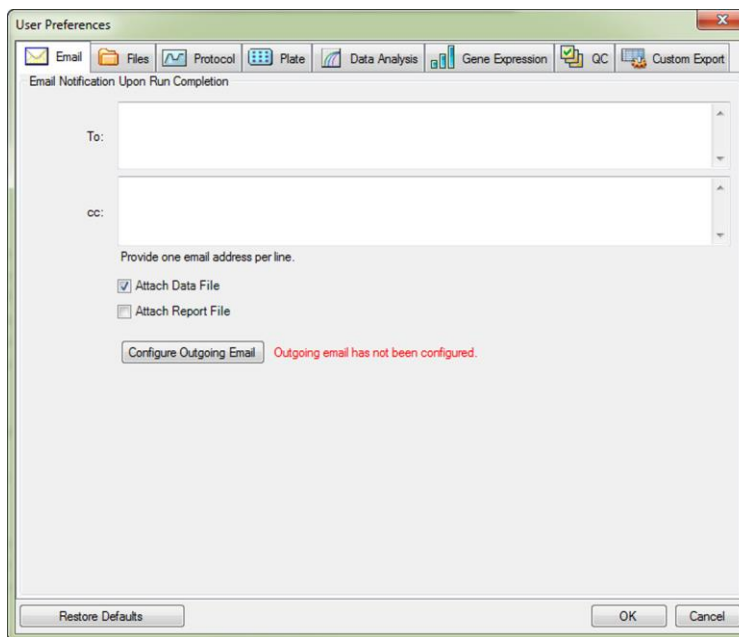

Рис. 90. Окно User Preferences с закладками
- Щелкните на одной из закладок (Рис. 90) для просмотра или изменения установок
Выберите закладку **Email** (Рис. 90) для ввода адреса электронной почты, по которой Вы будете получать уведомление о завершении эксперимента. Программное обеспечение будет отправлять прикрепленный файл данных или файл отчета по электронной почте при выборе кнопок-флажков напротив данных опций.